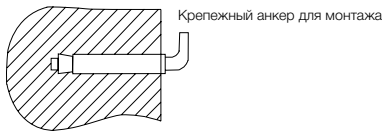

Рис. 4.
- После выбора места монтажа определите места под два крепежных болта с крючками (в зависимости от спецификаций выбранного изделия). Прodelайте в стене два отверстия необходимой глубины с помощью сверла размером, соответствующим размеру крепежных болтов, вставьте винты, поверните крючок вверх, плотно затяните гайки, а затем установите на него электрический водонагреватель (см. рис. 4).